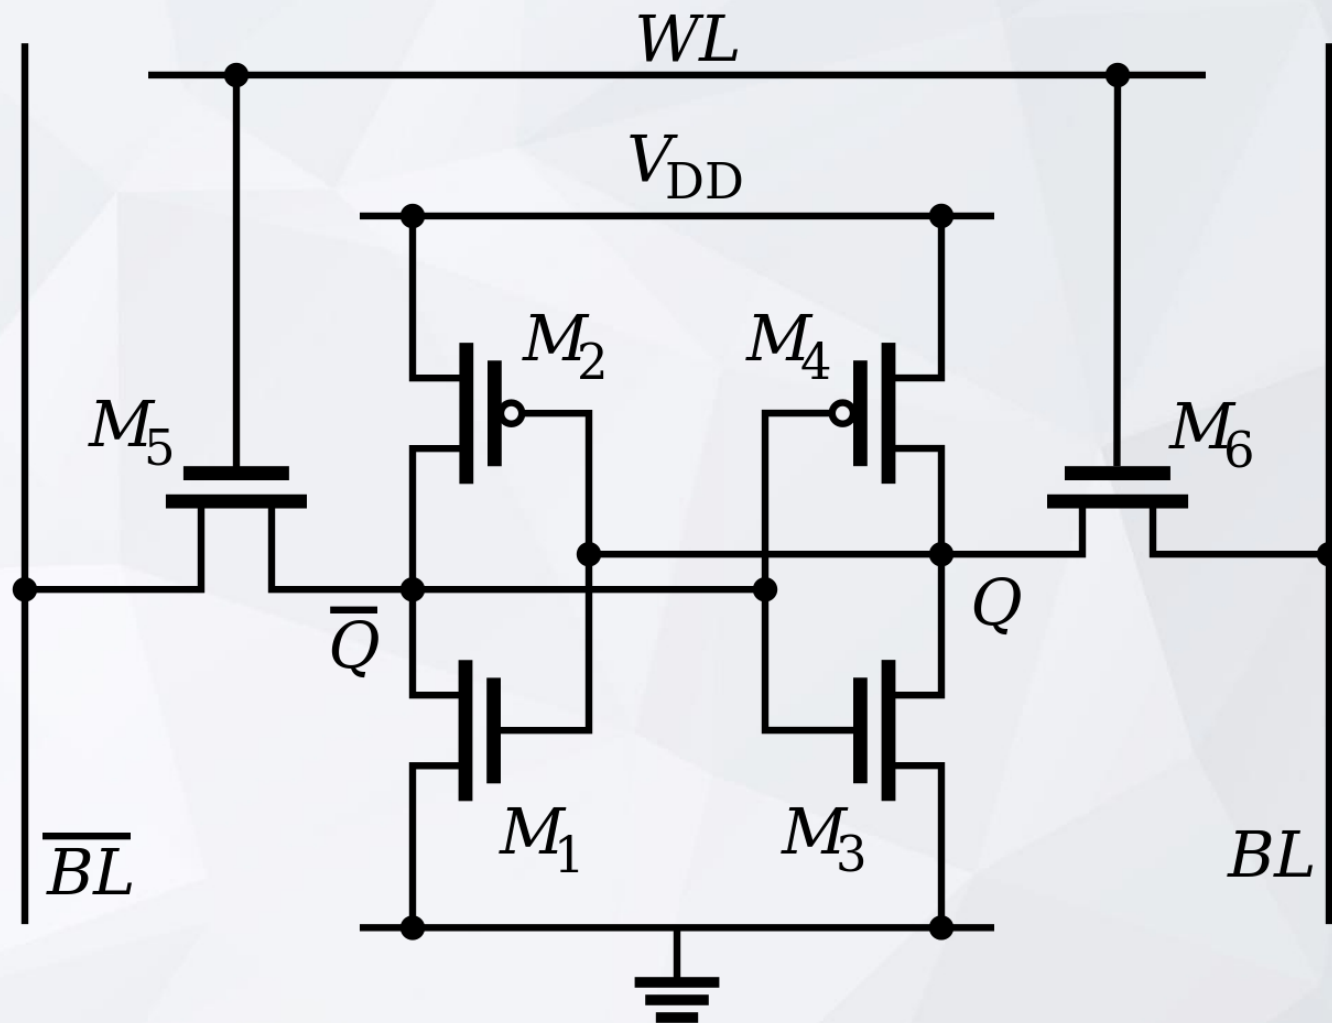

图 5-1 SRAM的单元结构示意图
- 1) 六管SRAM的原理：六管指的是由六个晶体管组成，如图5-1中的M1、M2、M3、M4、M5、M6。